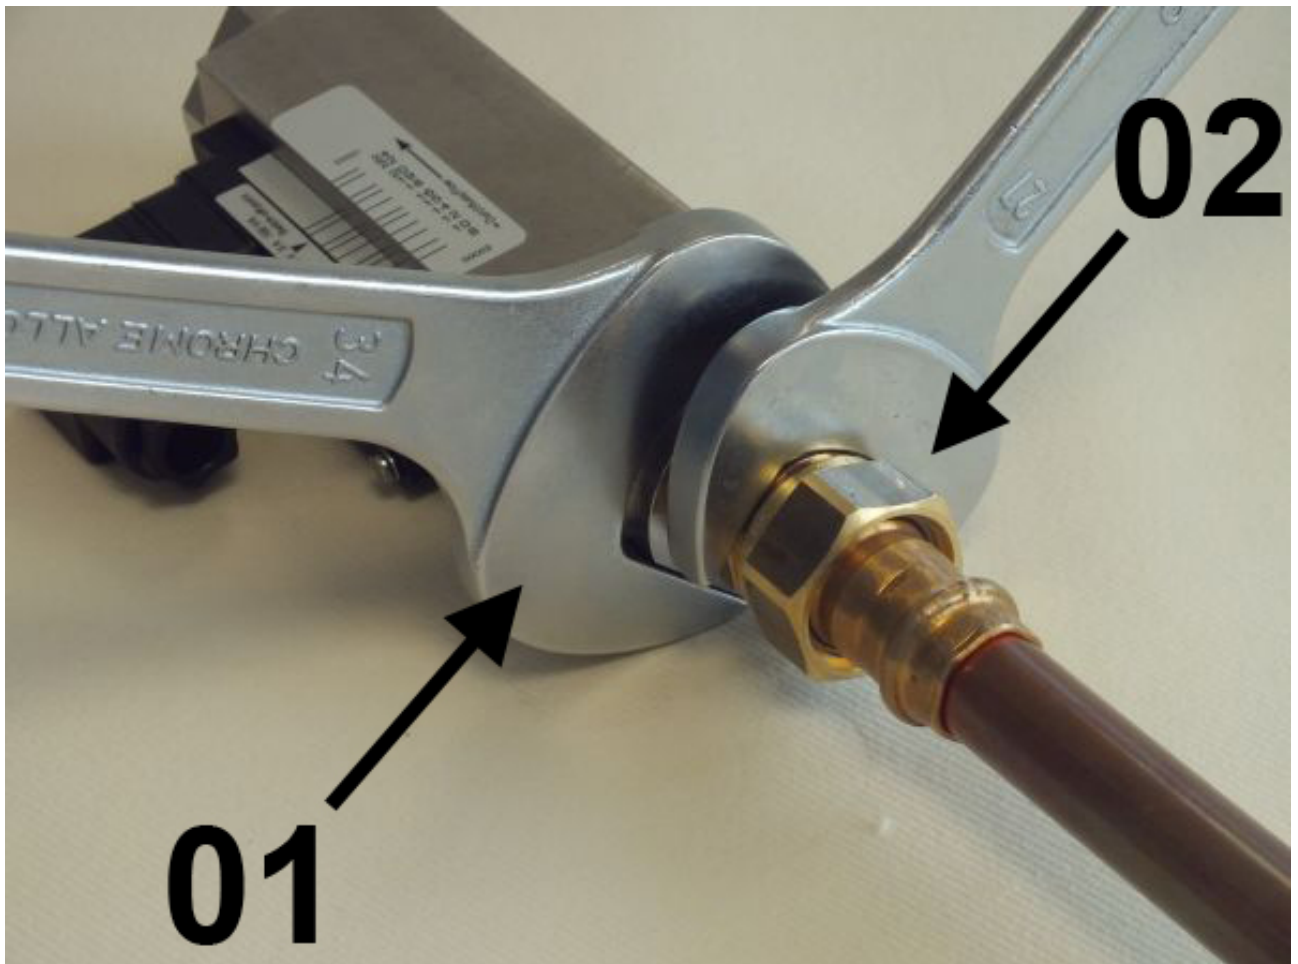

Abb. 11: Gerät einschrauben
2. ➔ Mit passendem Maulschlüssel (Abb. 11/02) die Übergangverschraubung der Rohrleitung eindrehen. Dabei die Geräteverschraubung mit einem passenden Maulschlüssel (Abb. 11/01) gegenhalten